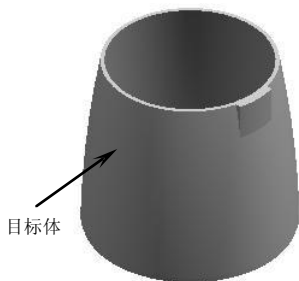

图5-20
10. 选择前两步绘制的草图轮廓，在【成形特征】工具条中单击【拉伸】按钮，弹出【拉伸】对话框。在【选择步骤】栏中选择【求和】选项，然后选择求和的目标体，在【结束】输入框中输入“-19”，最后单击  按钮创建拉伸特征，结果如图 5-20 所示。